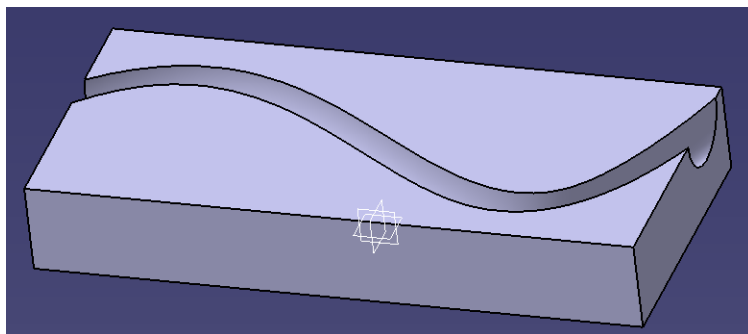

图 3-60
(2) 对话框的 Profile 栏中用鼠标选择圆，Center curve 栏中用鼠标选择 Spline 后，点击 OK 键，产生如图 3-60。